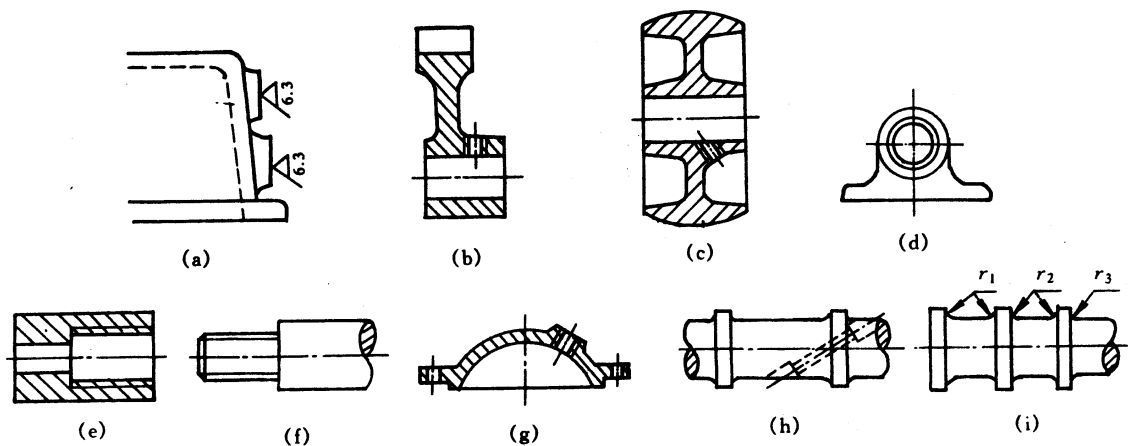

图 2
2、在一般加工条件下, 图 2 所示各零件结构工艺性方面存在什么问题? 并提出改进意见。